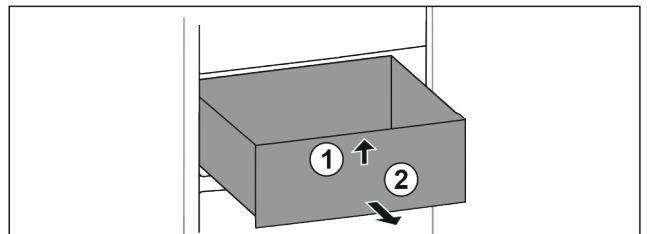

Fig. 23
- ▶ Predal spredaj dvignite. Fig. 23 (1)
- ▶ Predal vzemite ven v smeri naprej. Fig. 23 (2)